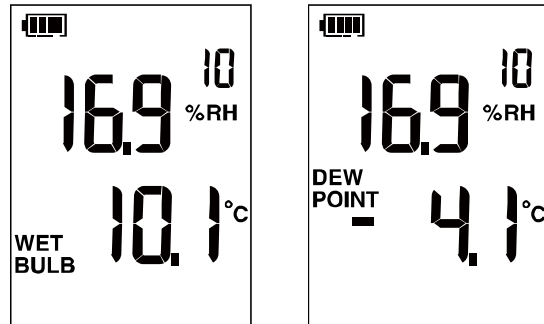

图 5. 湿球和露点温度
- 湿球温度，同时显示湿球温度标识 **WET BULB**。如 图 5 中左图所示。
- 露点温度，同时显示露点温度标识 **DEW POINT**。如 图 5 中右图所示。